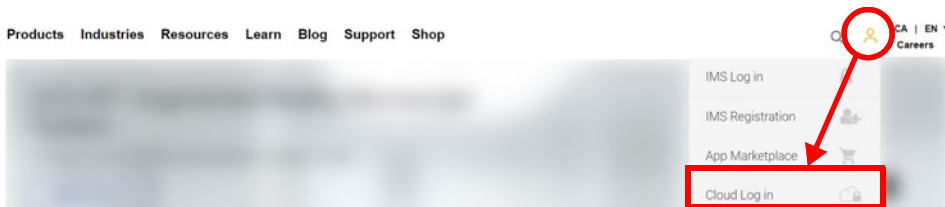

図 10-1 Cloud Log in（クラウドログイン）
2. OSC でアカウントを作成するか既存のアカウントに参加します（管理者がアカウントを作成し他のすべてのユーザーを招待します）。www.olympus-ims.com にアクセスし、238 ページの図 10-1 に示すように **Cloud Login**（クラウドログイン）をクリックします。